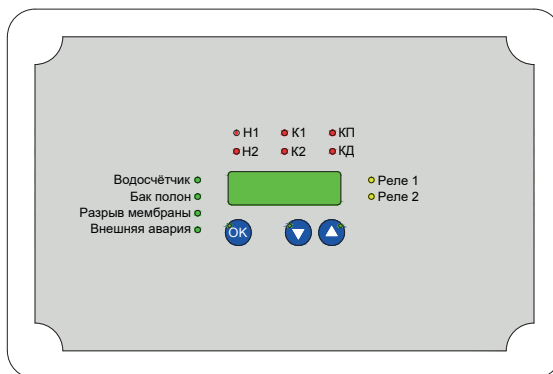

Рис.15 Схема расположения органов управления
5.1 Расположение органов управления настройки и индикации АУПД указано на рис.15